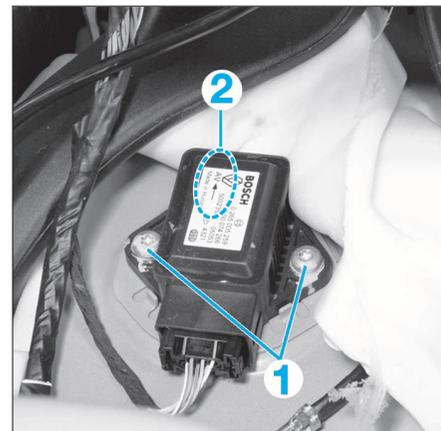

FIG. 31
- Déposer les vis de fixation (1) du capteur de vitesse de lacet et d'accélération transversale et le dégager avec précaution (Fig.31).